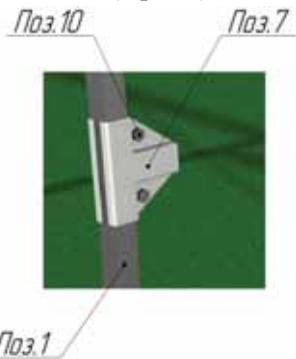

Рис. 7. Монтаж крепления-спайдер «Т-образного»
5. Закрепить на торец с форточкой и дверью (**Поз.1**) крепление-спайдер «Т-образный» (**Поз.7**) (не затягивать) (рис.7).